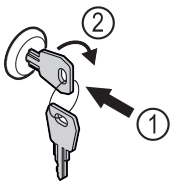

Fig. 192 Ενδεικτική απεικόνιση
- ▶ Πιέστε μέσα το κλειδί Fig. 192 (1).
- ▶ Περιστρέψτε το κλειδί 90° δεξιόστροφα Fig. 192 (2).